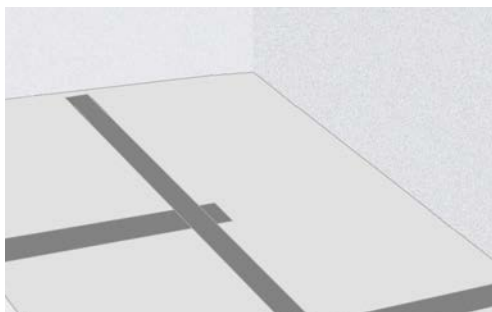

Fig. 4. Underlagsplader
5. Læg 6 mm underlagsplader, så hele underlaget dækkes – dette skaber en ny stabil og isoleret base for varmemfolien(fig.4)